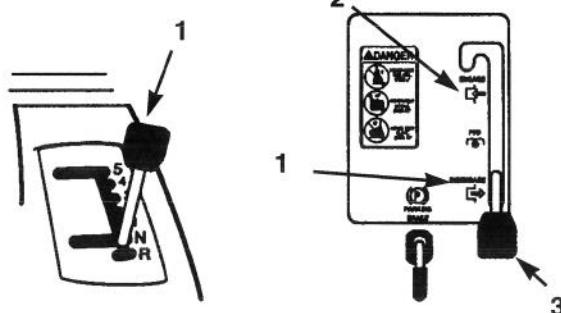

Figure 8
3. Sélectionner le point mort (N) (Fig. 8).